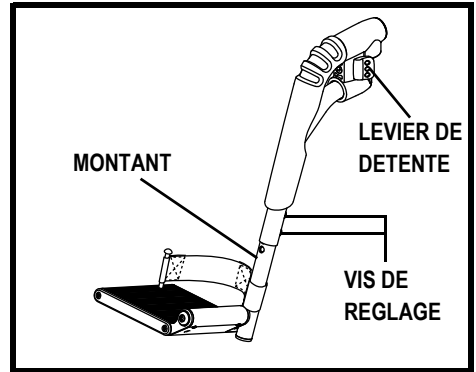

Figure 2. Appuis-pieds escamotable
1. Retirez les deux vis dans la rallonge de tube. **Voir les figures 2 et 3.**